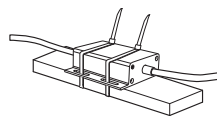

Figur -6
- Juster kølelegemet til den korrekte position, indtil det ikke kan rotere yderligere som vist i figur 6. Sørg for, at luftindsugningskanalen til kølelegemet ikke er blokeret.